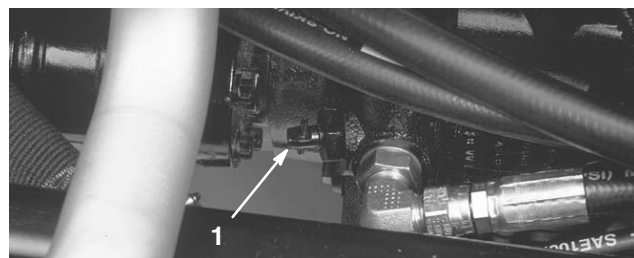

Figure 21
1. Trouvez la vanne de dérivation sur la pompe (Fig. 21) et tournez-la de 90°.